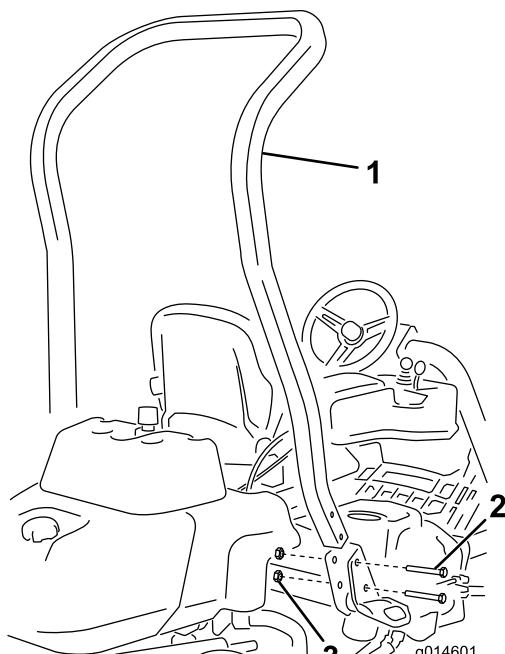

図 3
3. 機体の左右にあるポケットにROPSを差し込み、ボルト1/2 x 3-3/4 インチ4本とフランジナット4本1/2 インチで固定する図3。